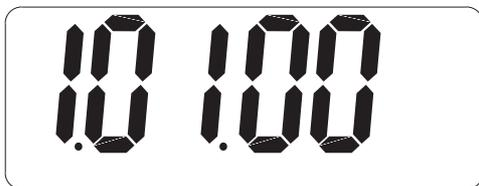

ABB. 7 Bildschirme für Reset und Software-Version
1. Die Tasten TOTAL und RESET gleichzeitig gedrückt halten. Auf dem Display werden der Bildschirm mit allen Segmenten und dann der in ABB. 7 gezeigte Bildschirm mit der Software-Version dargestellt.
In ABB. 7 wird die Software-Version als „00“ angegeben. Auf dem Messgerät wird „00“ durch eine Nummer ersetzt, die die tatsächliche Version der auf dem Messgerät verwendeten Software angibt.